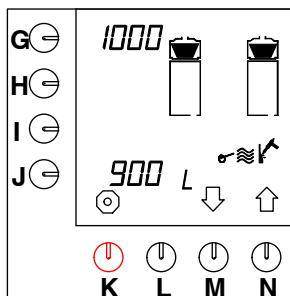

Fig. 18 Tellefunksjonen for rensing, kaffetraktesystemet
- Tellefunksjonen for rensing vises på displayet (fig. 18).
- På displayet (fig. 18) ved siden av programmeringstasten (G.) vises et tall som angir etter hvor mange liter kaffe det er nødvendig med avflaking.